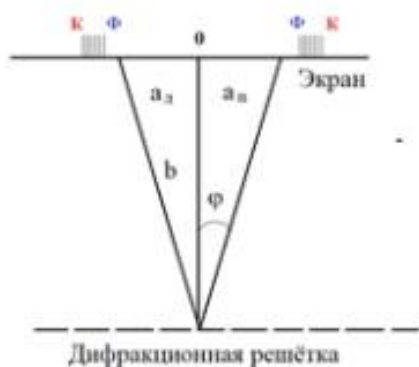

Рисунок 4
6. Определить расстояние от нулевого деления (0) шкалы экрана до середины фиолетовой полосы как слева « $a_{\text{л}}$ », так и справа « $a_{\text{п}}$ » для спектров I порядка, рисунок 4 и вычислить среднее значение, $a_{\text{ср}}$
9. Вычислить по формуле (2) длину волны фиолетового света для спектров I и II порядков, длину волны красного света I и II порядков.